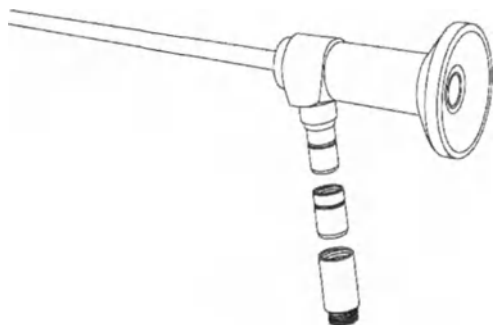

Рисунок 3. Сборка
- При необходимости установите соответствующий адаптер (рис. 3 [2, 3]) для оптоволоконного световода.
- Отвинтите имеющиеся адаптеры (рис. 3 [2, 3]), если они используются.